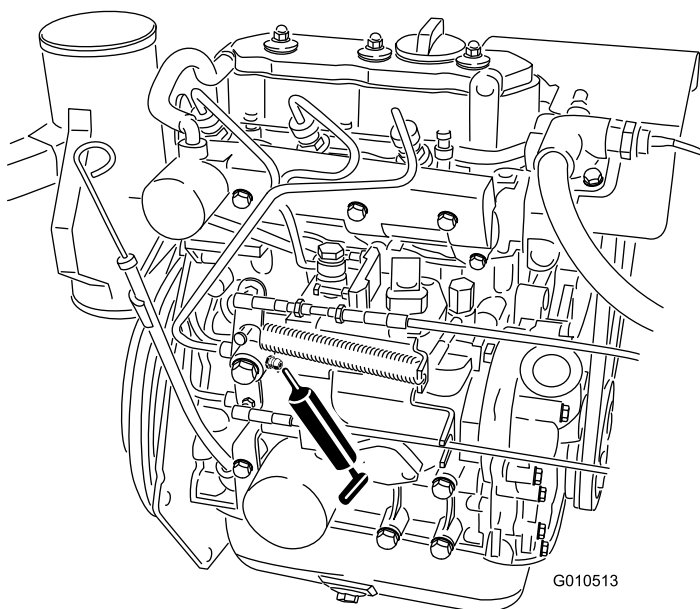

Figura 44
- Brazo del acelerador (1) (Figura 44)